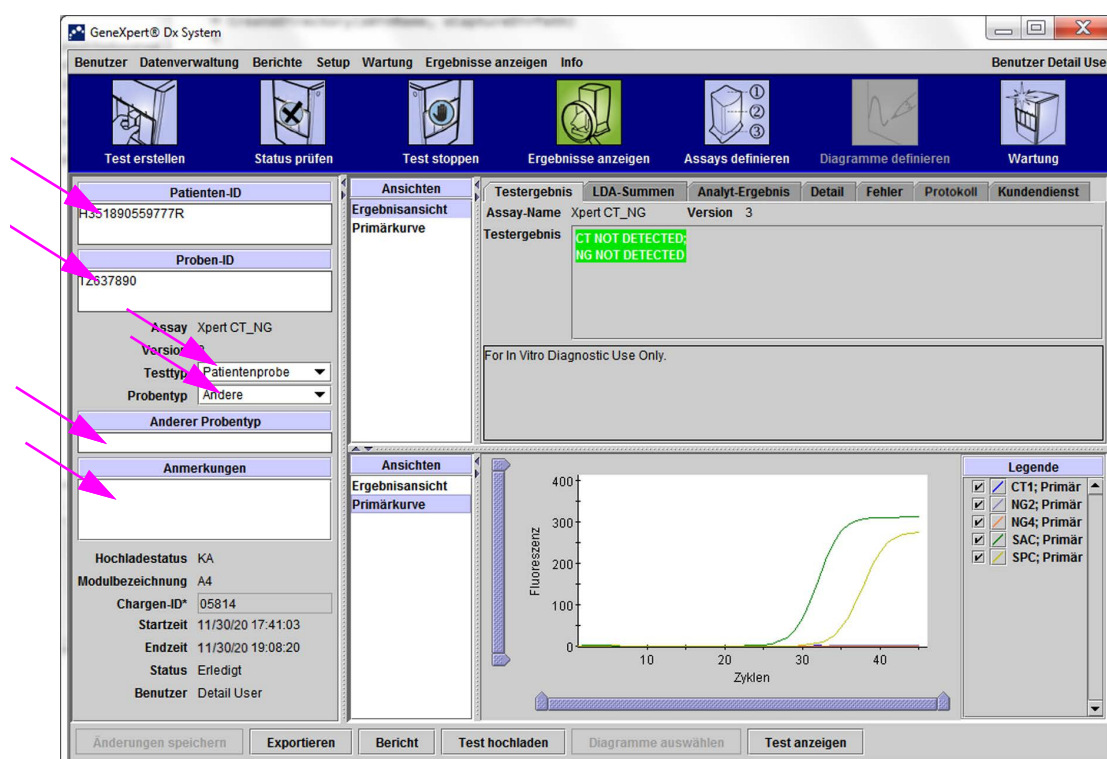

Abbildung 5-47. GeneXpert Dx Fenster „Ergebnisse anzeigen“
Bei jedem Test können Sie die Angaben „Patienten-ID“ und „Patienten-ID 2“ (wenn aktiviert), „Proben-ID“, „Testtyp“, „Probentyp“, „Anderer Probentyp“ und „Anmerkungen“ bearbeiten. Bearbeiten Sie hierzu im Fenster „Ergebnisse anzeigen“ (vgl. Abbildung 5-47) die Felder „Proben-ID“, „Testtyp“, „Probentyp“, „Anderer Probentyp“ und „Anmerkungen“ (vgl. Abbildung 5-47). Folgende Zeichen sind für die Proben-ID nicht erlaubt: | @ ^ ~ \ & / : * ? " < > ' \$ % ! ; () -.
1. Klicken Sie im GeneXpert Dx System-Fenster in der Menüleiste auf **Ergebnisse anzeigen**. Daraufhin wird die Registerkarte **Testergebnis** angezeigt. Siehe Abbildung 5-47.